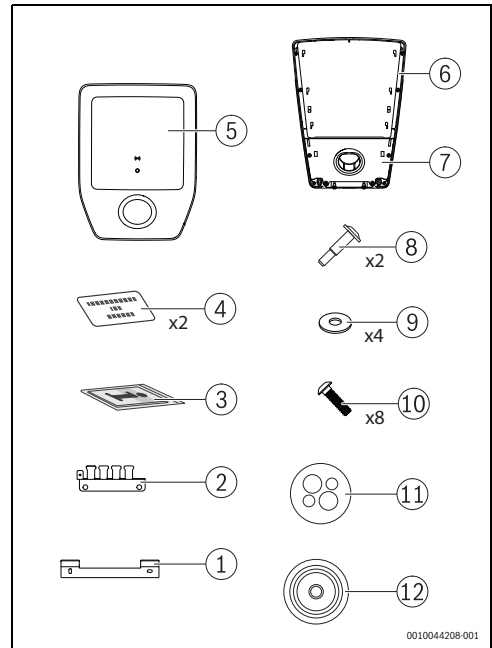

Fig. 169 Pachet de livrare
- Îndepărtați cu grijă acoperirea [5] și capacul cu suportul de parcare [7] de pe Logavolt (→ Fig. 169, pagina 169).